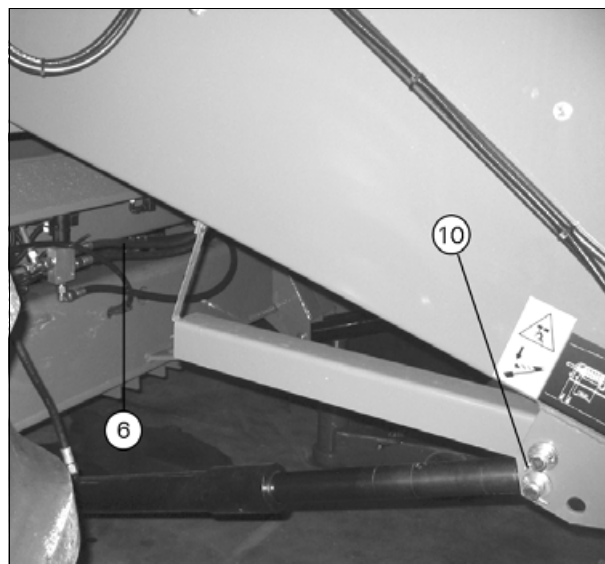

Рис. 3.
10. Снимите шплинты с подъемных цилиндров *рис. 3.*